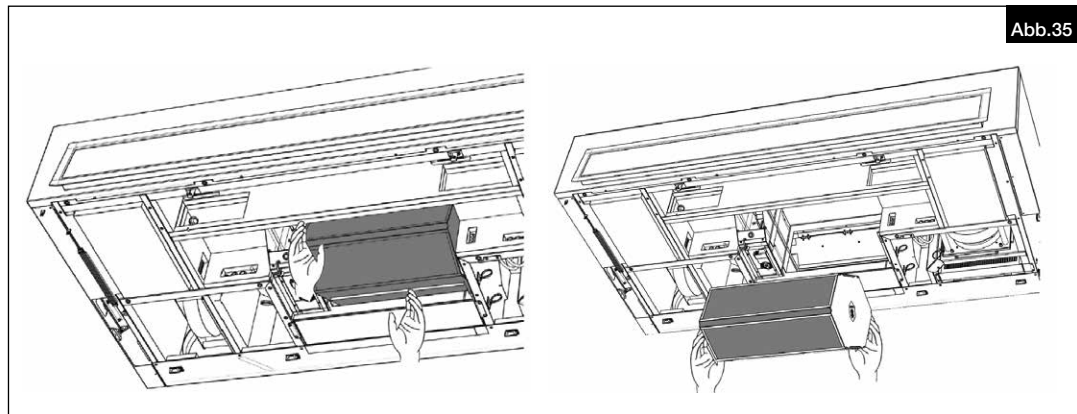

Abb.35
5. Den Wärmetauscher vorsichtig entfernen (s. Abb.35).